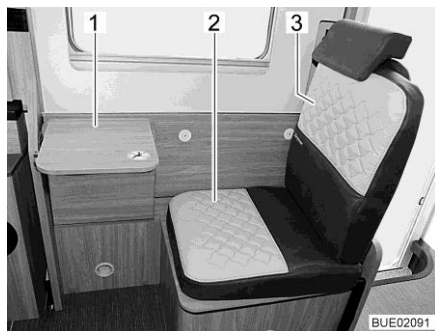
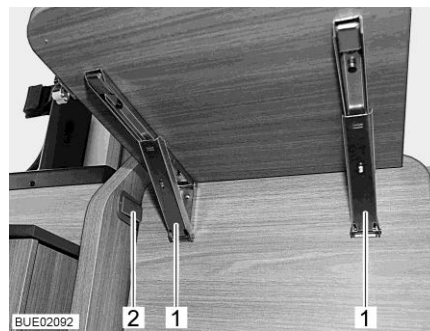

Bild 28 Extra stol med fällbord
Bild 29 Spärr på fällbordet
- Sätt dit den medföljande sittdynan (Bild 28,2) och ryggdynan (Bild 28,3).
- Vrid den främre delen av den längsgående sittbänken uppåt tills den klickar in i plastspärren (Bild 29,2).
- Fäll ihop bordsskivan nedåt: Lås upp båda spärrens (Bild 29,1) och sväng bordsskivan (Bild 28,1) nedåt.